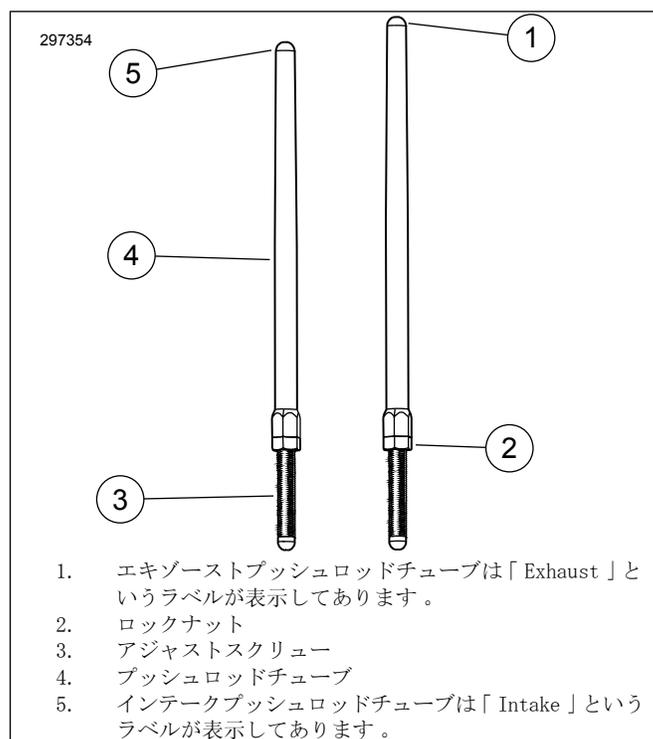

図3. アジャスタブルプッシュロッド
6. 図3を参照してください。すべてのプッシュロッドのロックナットを緩め、一番短い長さに調節します。